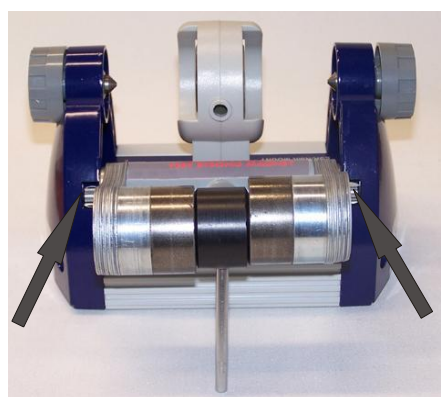

Fig. 2 Aimant permanent monté dans l'unité de base
- Visser la barre métallique dans la culasse de l'aimant. Placer l'unité magnétique dans le support de serrage de l'unité de base, comme illustré sur la fig. 2.